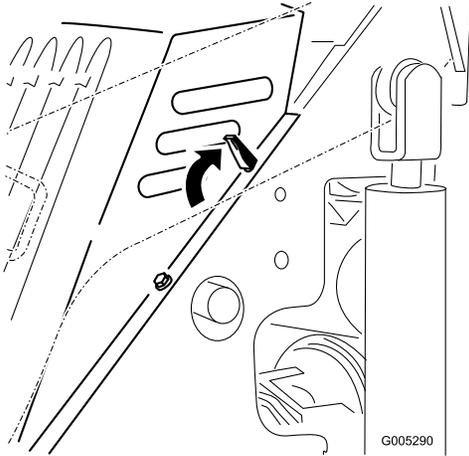

Figure 17
- Desserrez les quatre languettes de blocage (Figure 17).
- Placez le capot par-dessus le cadre de la machine en engageant les tenons de fixation du capot dans les trous du cadre (Figure 17).
- Fixez le capot en place en poussant les languettes de blocage vers l'avant et vers le bas (Figure 17).